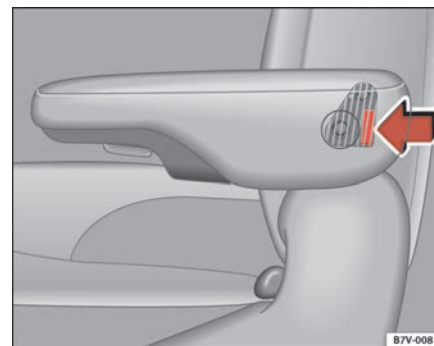

Abb. 94 Abnehmbare Armlehne: Taste
- Fassen Sie seitlich hinter die Armlehne und drücken Sie die Taste ⇒ Seite 133, Abb. 94 in Pfeilrichtung.